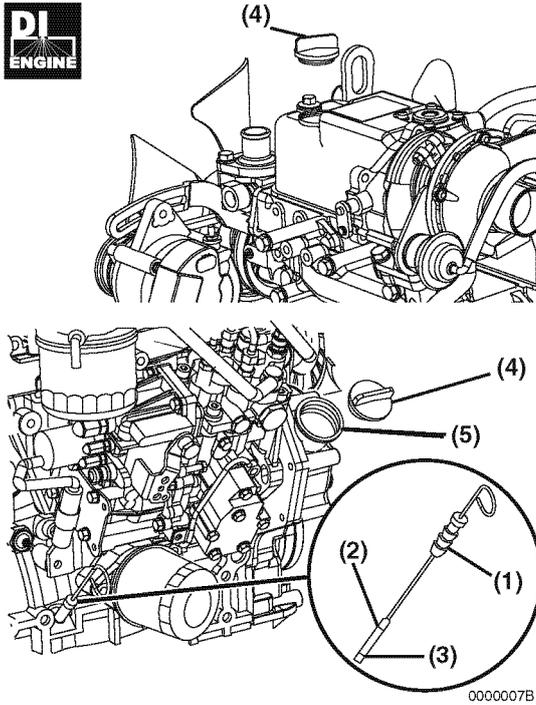

Abbildung 4
2. Messstab herausziehen (**Abbildung 4, (1)**) und mit sauberem Tuch abwischen.
4. Messstab herausziehen. Der Ölstand sollte zwischen oberer (**Abbildung 4, (2)**) und unterer (**Abbildung 4, (3)**) Markierung auf dem Messstab liegen.
2. Öldeckel abnehmen (**Abbildung 4, (4)**).
3. Angegebene Menge des Motoröls an der oberen oder seitlichen Motoreinfüllöffnung nachfüllen (**Abbildung 4, (5)**).
6. Öldeckel wieder aufsetzen (**Abbildung 4, (4)**) und handfest anziehen. Zu starkes Festziehen kann den Deckel beschädigen.